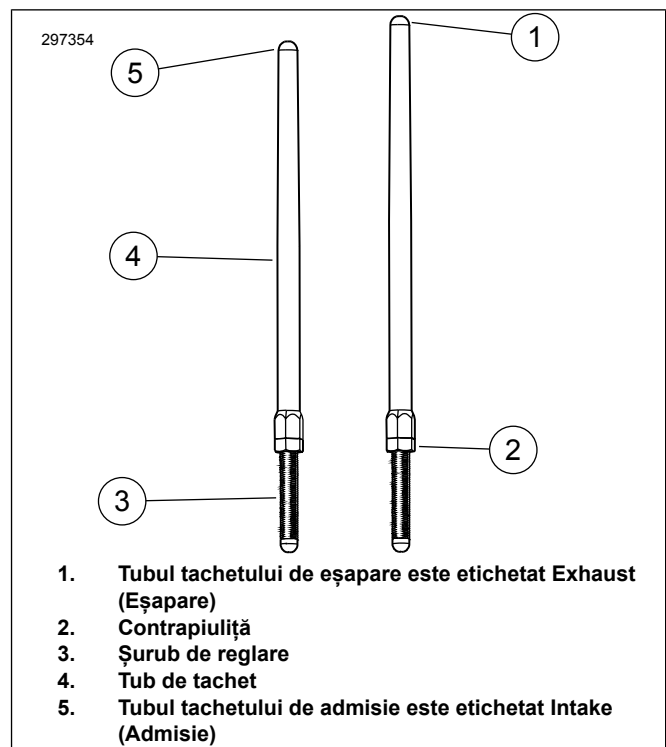

Figura 3. Tchet reglabil
6. A se vedea figura 3. Slăbiți contrapiulițele de la toți tacheții și reglați-i la lungimea lor cea mai scurtă.